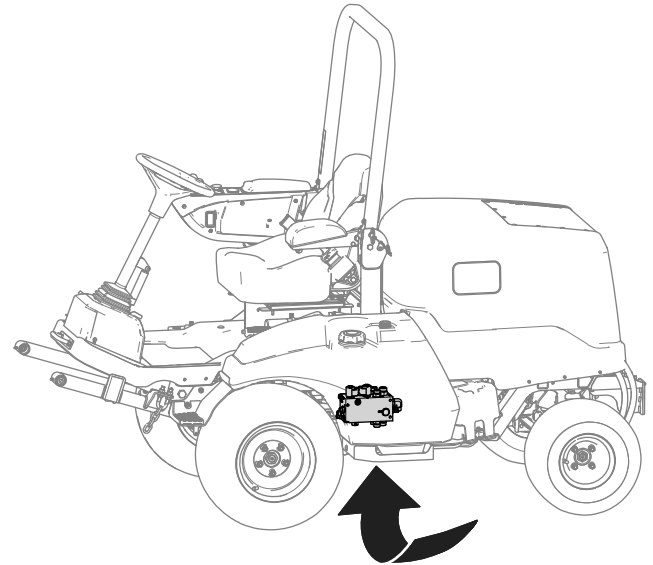

Figure 9
- A. Placez un bac de vidange sous le collecteur hydraulique (montré à la Figure 9).